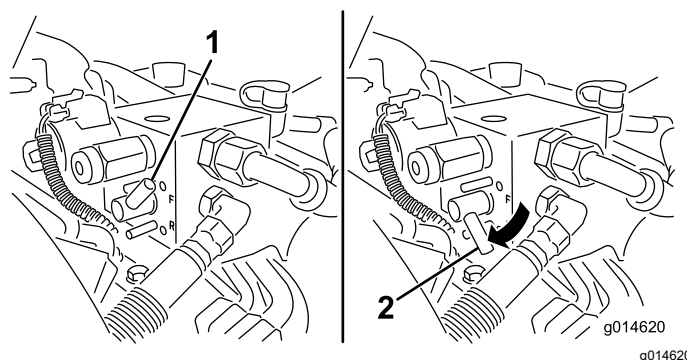

Figura 52
5. Gire la palanca de autoafilado a la posición de MARCHA ATRÁS (R) (Figura 52).